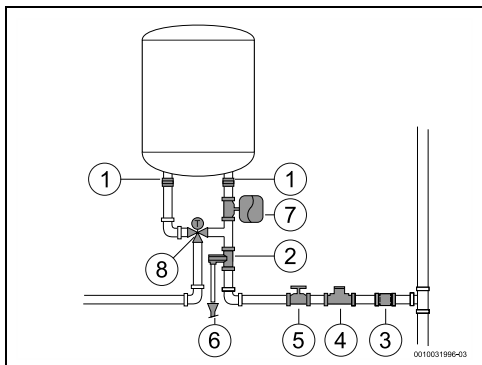

Fig. 14
- Se recomandă să instalați un robinet termostatat (Fig. 14, [8]) la nivelul tubului de evacuare al aparatului dacă se utilizează tuburi PEX. Acesta trebuie să fie reglat astfel încât să corespundă puterii materialului utilizat.
- ▶ Nu instalați niciodată accesorii (altele decât cele prezentate în Fig. 14) între supapa de siguranță și intrarea pentru apă rece (partea dreaptă) a aparatului.
- ▶ Instalați un reductor de presiune (Fig. 14, [4]). Supapa de siguranță se va activa atunci când presiunea apei din aparat depășește 8 bar (± 1 bar), motiv pentru care este necesară planificarea unui mod de scurgere a acestei apei.
- ▶ Instalați un vas de expansiune (Fig. 14, [7]) pentru a opri deschiderea supapei de siguranță în mod frecvent. Volumul vasului de expansiune trebuie să fie echivalent cu 5 % din volumul aparatului.